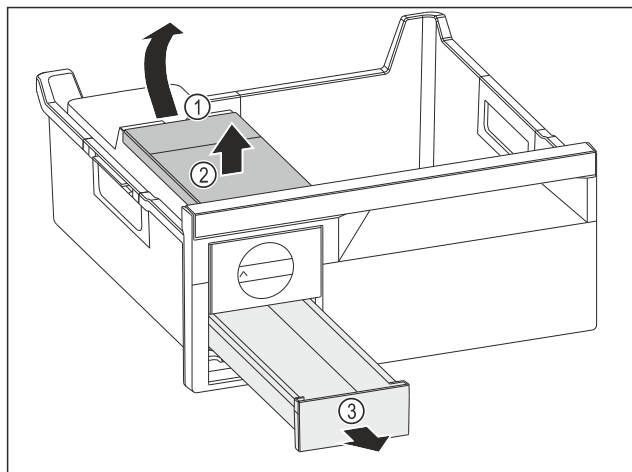

Fig. 187
- Watertank wegnemen: Watertank bij de uitsparing Fig. 187 (1) optillen.
- Watertank Fig. 187 (2) naar boven toe wegnemen.
- Ijsblokjesvak Fig. 187 (3) naar voren toe wegnemen.